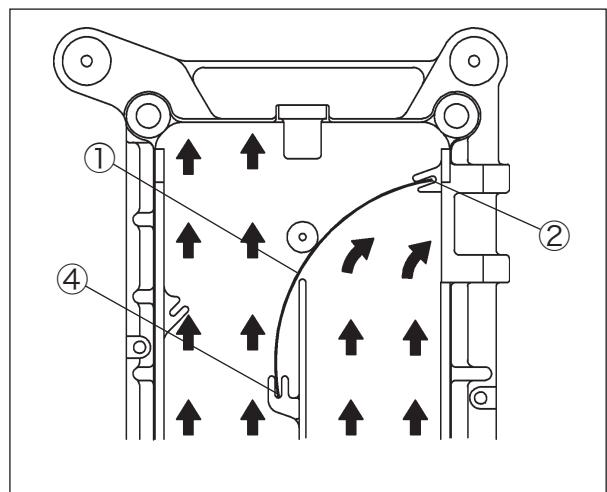

図 7-3
ミシンの回転が速く、ホコリの発生が少ない場合は、風調整板①を油受けのガイド部②と④に差し込んでください。(図 7-3 参照)